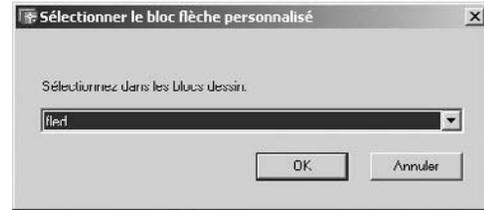

Fig.14.8
- ▶ Dans la zone **Pointes de flèches** (Arrowheads), cliquer sur Première (First) et choisir **Flèche utilisateur** (User Arrow) (fig.14.8).